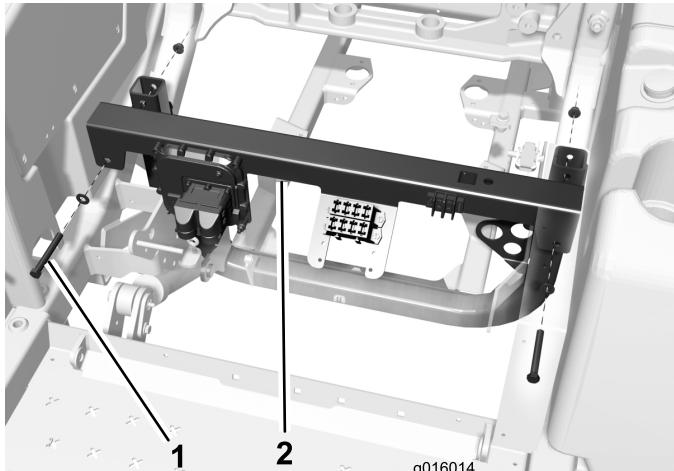

図 6
**注** To yua油圧関係機器を取り付ける際にさらに空間に余裕が必要な場合には、座席取り付けチャネル（2本）を固定しているボルトを外し、このチャネル材を外してください（図 6）